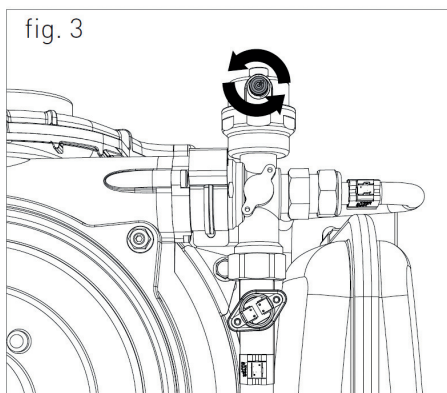

fig. 3
Pentru a facilita instalarea, centrala este echipată cu un șablon de perete care permite setarea în avans a conexiunilor la țevi, oferind posibilitatea de a conecta centrala odată ce lucrările de zidărie sunt finalizate. Pentru poziționarea centralei, procedați astfel (vedeți fig. 3):
2. Desfaceți ușor capacul supapei de aerisire aflate în partea superioară a schimbătorului în condensare (fig. 3) pentru a evacua aerul din partea superioară a sistemului
ÎNCHIDEȚI SUPAPELE DE AERISIRE ALE RADIATOARELOR ȘI SUPAPA DE AERISIRE AFLATĂ ÎN PARTEA SUPERIOARĂ DREAPTA A SCHIMBĂTORULUI ÎN CONDENSARE (FIG. 3).